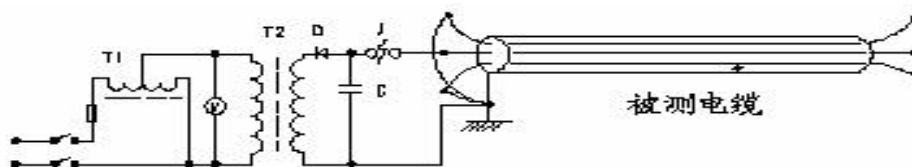

图9. 冲闪法放电接线图
(1)给被测试电缆施加冲击高压，迫使故障点有节律地放电。冲击放电接线图如图9所示。
(1) 电缆故障测试仪主机粗测故障距离后，首先要了解电缆走向，埋设时接头、余留等情况。然后用皮尺丈量出粗测故障距离，找到测试的故障点大概位置。
(2) 给故障电缆施加冲击电压，迫使故障点有节律地放电。冲击放电接线图见图 9 所示，故障点放电子否是测试与定点成功的关键。判断故障闪络放电，在一般情况下，6KV 以上电缆高压一次侧放电电流应在 10A 左右；低压电缆放电电流应在 4A 左右，可认定故障点已放电。
(3) 将定点仪置单独声测功能（声磁/路径探测开关抬起，磁控/声音直通开关按下），插入定点探头、耳机，用声测探头在故障点附近地面监听放电声波，观察 V 表头摆动。当找到放电声指示最大处时，就找到了故障点。如果放电声较小，难以观察到时，可以插入同步接收天线，用 Φ 表头监测放电电磁波，掌握放电规律，然后观测定点仪 V 表头与 Φ 表头同步摆动时，找到 V 表头摆幅最大点（同时耳机中声音也最大），就找到了故障点。如外界环境嘈声较大，可将定点仪置磁控功能